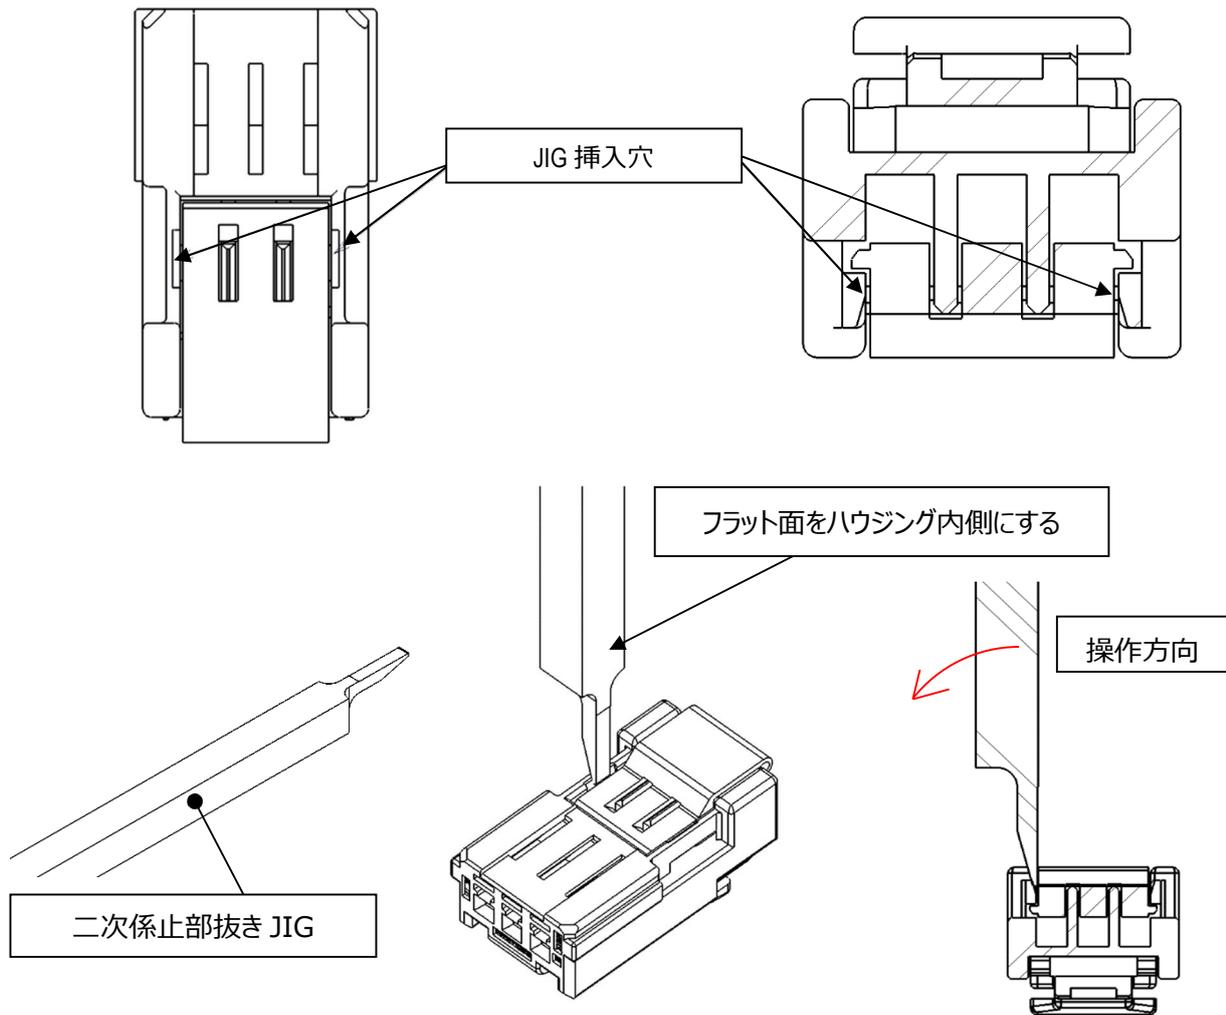

図 36.二次係止部解除方法
- ①メスハウジング底面の JIG 挿入穴に専用 JIG を差し込み、**図 36** に示す方向に JIG を回転させ二次係止部を片側ずつ押し出してください。